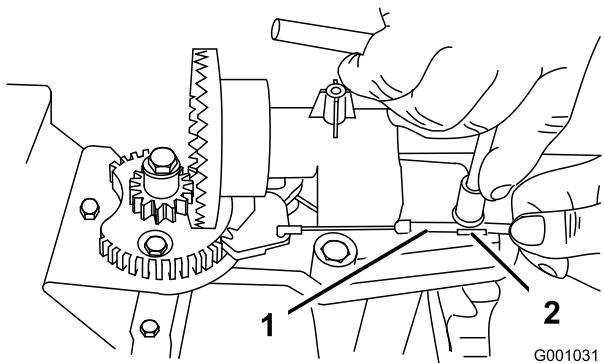
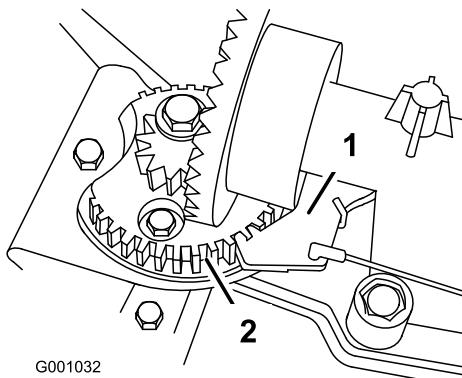

Figura 55
Figura 56
- Allentate il bullone sul serrafile per cavi (Figura 55).
- Afferrate la guaina del cavo e spostatela verso la parte anteriore della macchina fino a quando il fermo del cammino di scarico non si innesta completamente nei denti degli ingranaggi (Figura 55 e Figura 56).
Nota: Il fermo è caricato a molla e si sposta naturalmente nei denti degli ingranaggi (Figura 56).